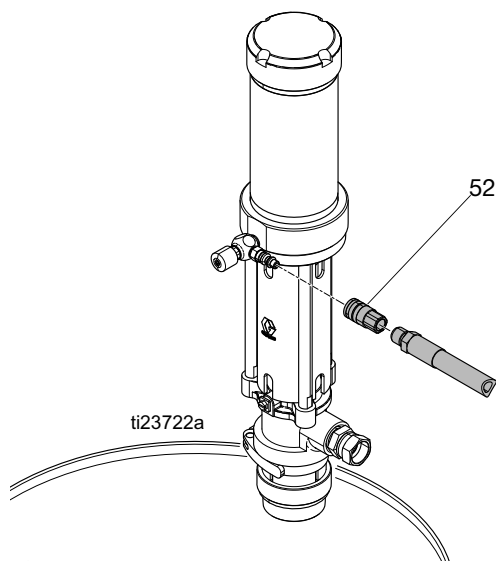

FIG. 8
5. Installera luftledningen (3/8" (76 mm) inv.dia. min.) med medföljande snabbkoppling (52). Se FIG. 8.